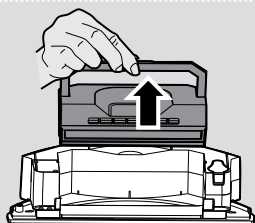
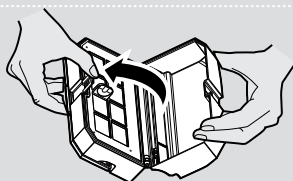
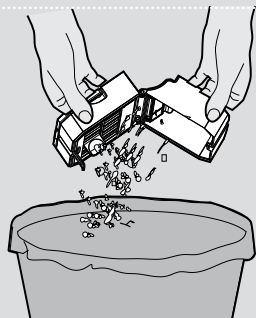
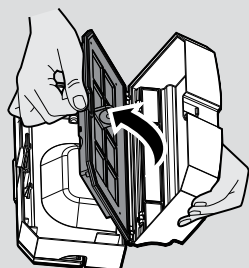

Fig. 10
Fig. 11
Fig. 12
Fig. 13
2. Lyft upp dammbehållaren genom handtaget, [Fig. 10] öppna dammbehållaren där så anges genom att släppa klämman, [Fig. 11] Töm dammbehållaren över en papperskorg. [Fig. 12]
2. Ta bort dammbehållaren och töm den. [Fig. 10,11,12] Öppna dammbehållaren, ta sedan bort EPA-filtret från filternätet och rengör dem separat. Monteringen görs i omvänd ordning, se till att filtret är korrekt monterat. [Fig. 13,14]